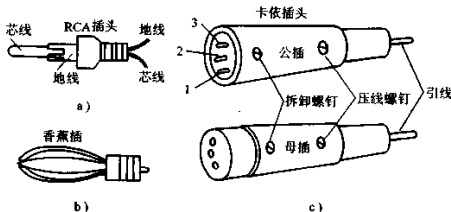

图 7-33 其它插头示意图
2) 用于输入信号或输出信号的接插件,俗称插头、插座(插口),这种接插件中有多种:有单声道插口和插头、双声道插口和插头(有大插头 $\phi 6.25\text{mm}$ 和小插头多种)、针形插头和单声道插口和插头(又称 RCA 插头)、香蕉插头和卡依插头(又有公、母插之分),其外形如图 7-33 所示。